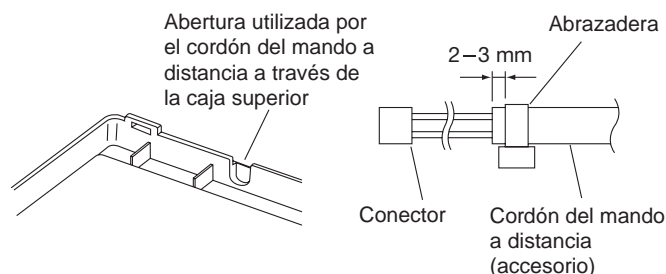

Fig. 11-24
2. Para hacer pasar posteriormente el cable del receptor a través de la caja, recorte una muesca del mismo tamaño que el cordón del mando a distancia (accesorio) con una pinza u otro elemento similar. (Fig. 11-24)